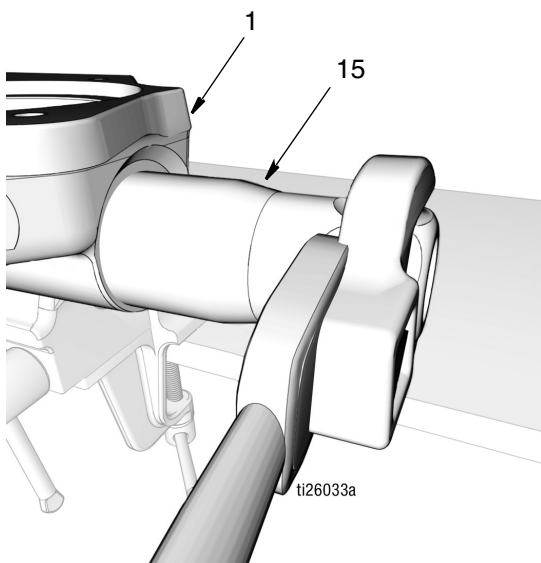

FIG. 45
- c. Avvitare la valvola di ritegno di mandata (15) nella base della pompa (1) (FIG. 45). Serrare saldamente. Serrare a una coppia da 67,8 a 74,5 N•m (50 - 55 ft. lbs).